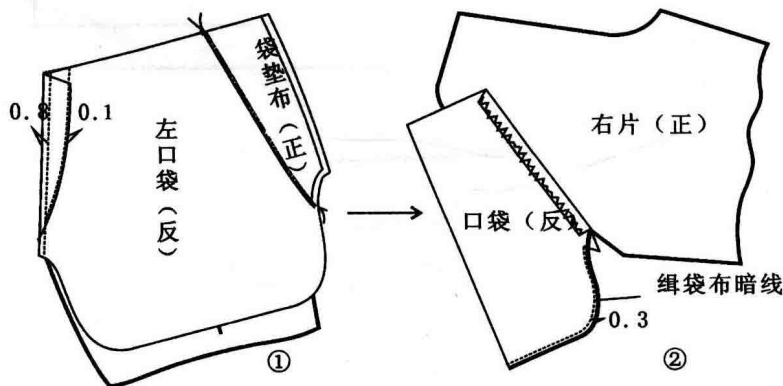

图 1.1-13 缉缝袋布
缝合袋布(见图 1.1-13):为防止口袋豁开,前裤片斜插袋袋口反面烫直牵条,并将袋位向反面折烫。将袋布前斜插口位置夹入裤片斜插袋口折缝处,在斜插袋袋口位正面缉线 0.8cm,然后翻转口袋,拉开裤片,沿裤片斜插袋折缝锁边处缉线 0.1cm 与袋布固定(见图 1.1-13-①)。最后将口袋袋底上下层对准、正面相叠,缉线 0.3cm,注意缉线距袋口 3cm 处止。(见图 1.1-13-②)。